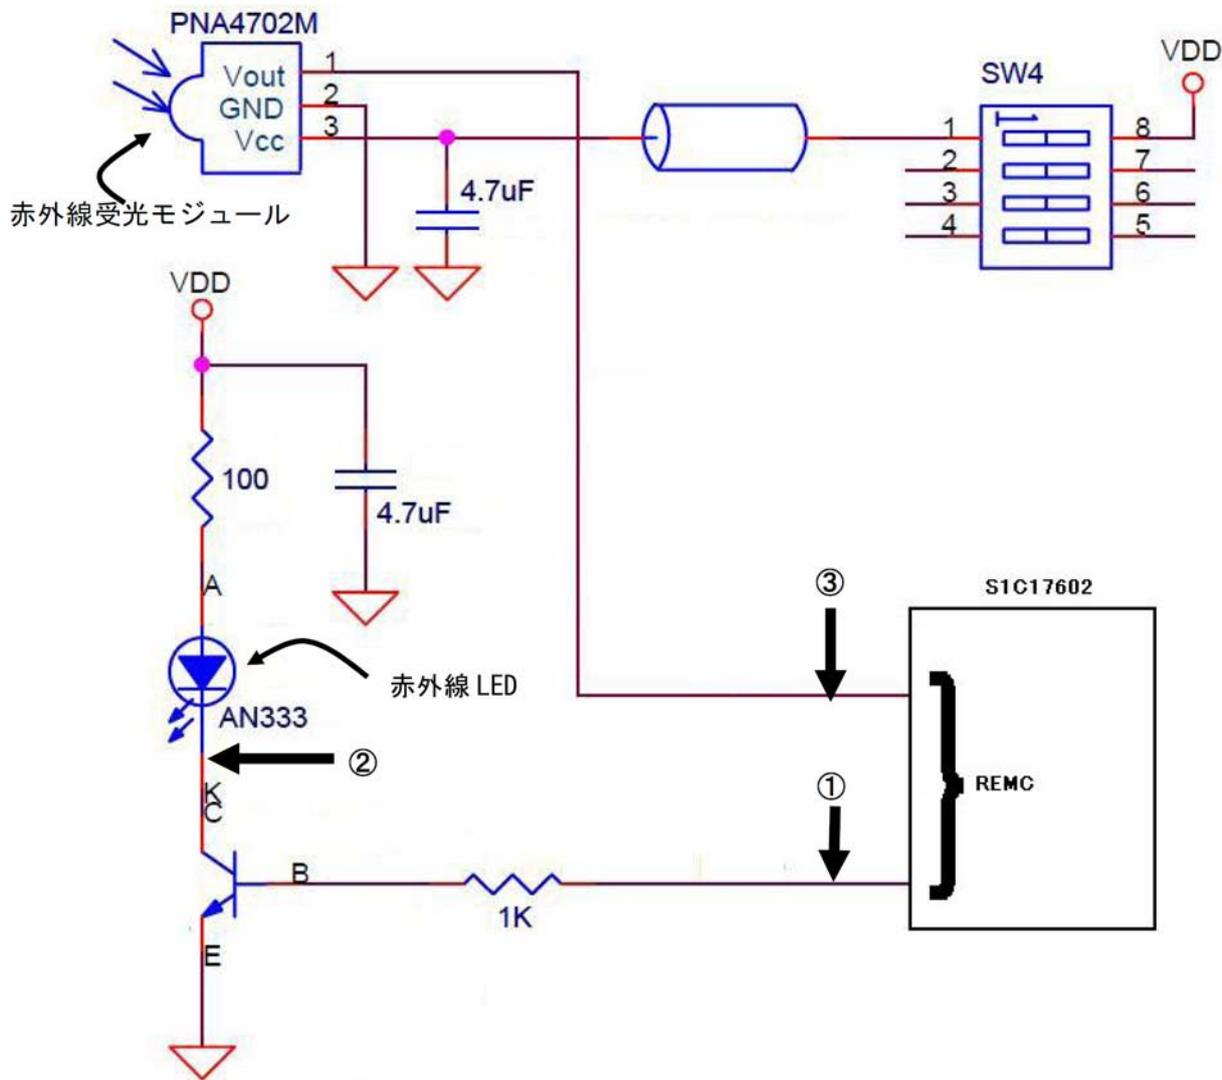

図 10.1 赤外線 LED/受光モジュール送受信回路
SVT17602 CPU ボードに搭載の赤外線 LED (AN333)/赤外線受光モジュール(PNA4702M)は、以下図 10.1 のように、S1C17602 のリモートコントローラ端子(P01/REMI、P00/REMO)に接続されています。
この場合の送受信波形(図 10.1)の①~③の観測波形を図 10.3 に示します。